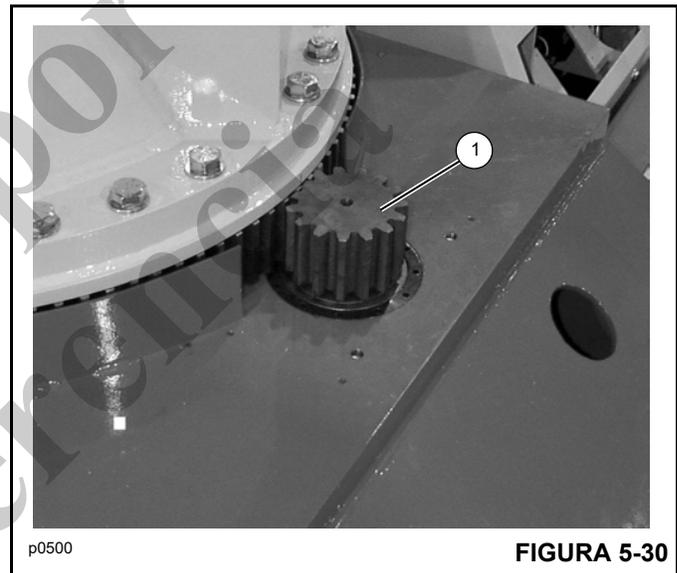

FIGURA 5-30
3. Utilice un cepillo para aplicar lubricante para engranajes destapados a los dientes del piñón y de la corona de giro (1, Figura 5-30).